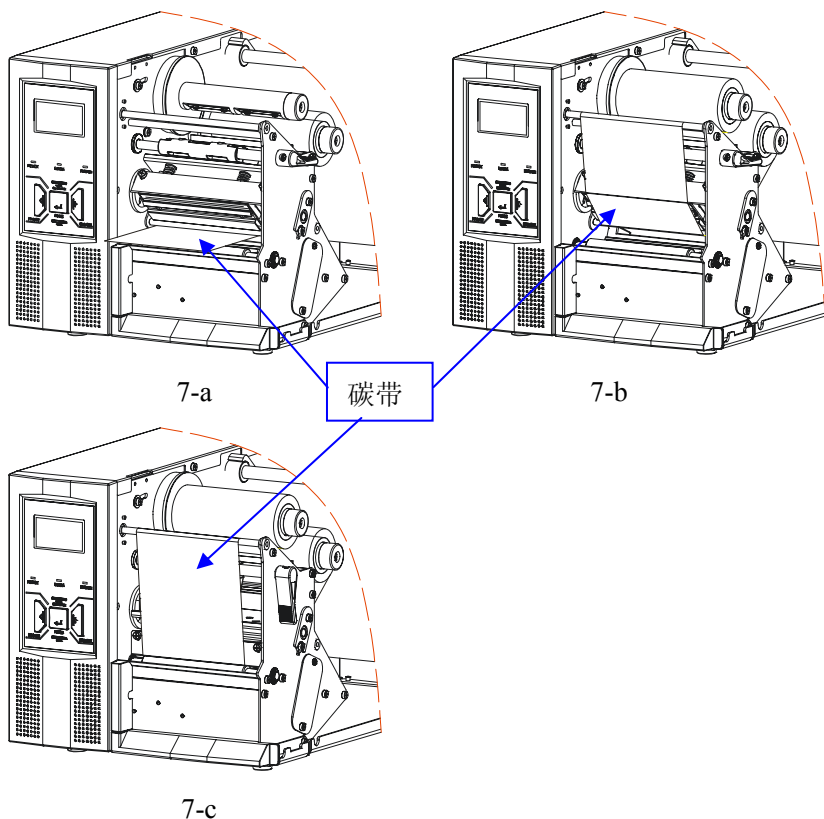

图 7
7. 如图 7-a 所示，从打印头下方伸入手指将碳带拉出；
9. 把空卷芯套入碳带回收轴，紧靠左端（如图 7-b），请检查是否需要做上述第 5 个步骤所述的调整；
11. 转动手柄，使打印头到关闭位置（如图 7-c）。
5. 类似图 7-a 安装碳带的方式从打印头模组下方拉出标签纸；